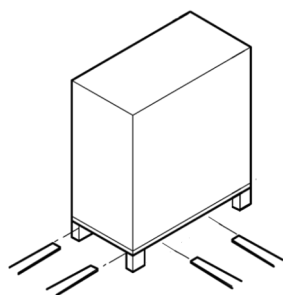

Fig. 1: Transport avec le chariot élévateur
1. **Fig. 1** : couper les sangles de cerclage ① et les retirer.
2. Soulever le couvercle de l'emballage en carton ② et le retirer.
3. Dévisser les fermetures à baïonnette ③ du carton. Pour cela, les tourner dans le sens antihoraire.
4. Retirer le carton ④.